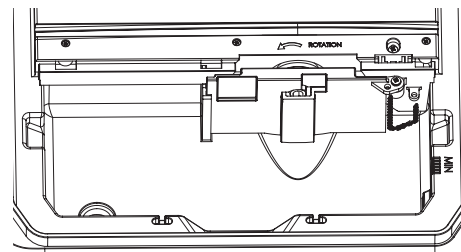

Рис. 4
- Ослабьте винт и снимите внутренний защитный кожух (Рис.4).